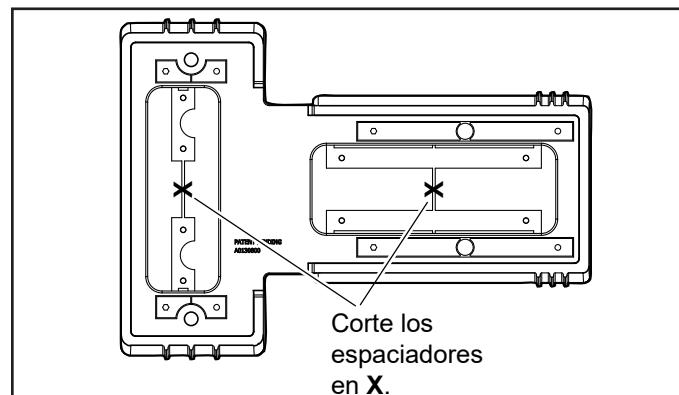
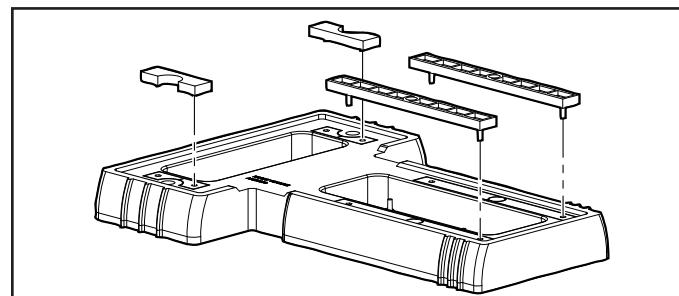

Figura 4. Corte los conjuntos de espaciadores de la base
Figura 5. Presione los espaciadores hasta que queden en su lugar
1. Con una herramienta manual para cortar, corte las barras plásticas que conectan los conjuntos superior e inferior de espaciadores como se muestra en la Figura 4.
2. Empuje los dos (2) espaciadores superiores y los dos (2) espaciadores inferiores fuera de la base.
3. Alinee los pasadores de los cuatro (4) espaciadores con los orificios de la base y presione los espaciadores en su lugar, como se muestra en la Figura 5.